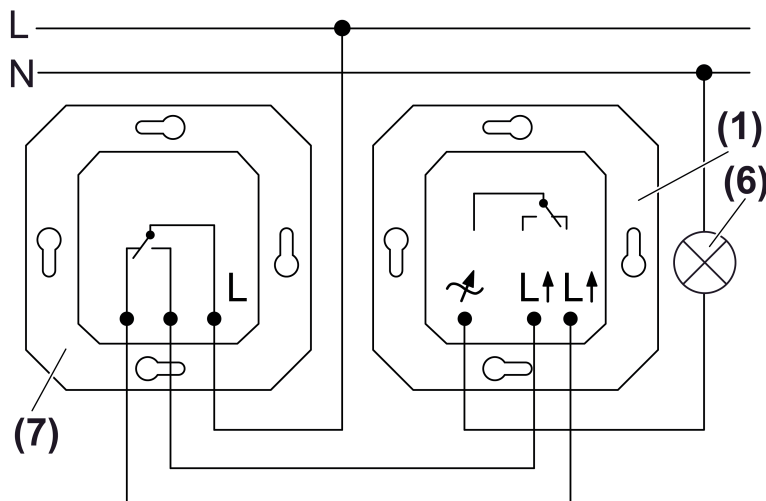

Figure 3: Commutation intermittente
- Raccorder l'appareil de commande (1), l'interrupteur va-et-vient (7) et la lampe (6) conformément au schéma de raccordement (figure 3).